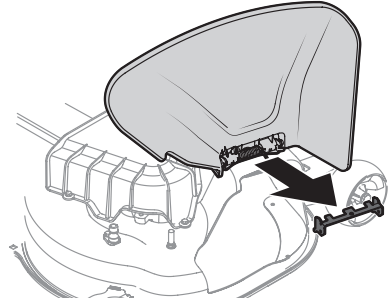

Figura 11
2. Sujete el deflector del canal completamente hacia arriba, extraiga el soporte de tope. Baje el deflector del canal y deseche el soporte de tope. Consulte la Figura 11.